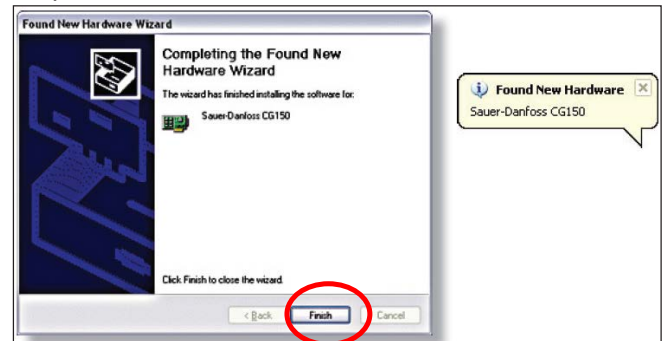

Figure 18. Installation du pilote CAN terminée
5. Cliquez sur « Terminer » sur l'écran suivant (Figure 18) pour terminer l'installation.